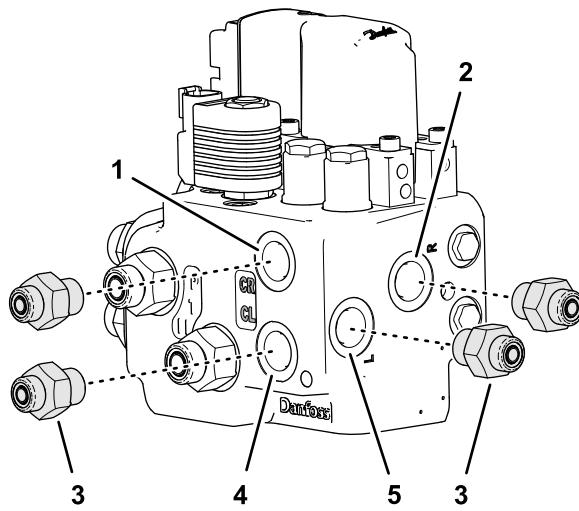

Figura 80
- Orificio P (EF)
- Orificio T (EF)
4. Monte 4 acoplamientos hidráulicos rectos (-6 x 18 mm) en la válvula de dirección EHI (Figura 80) como se indica a continuación: